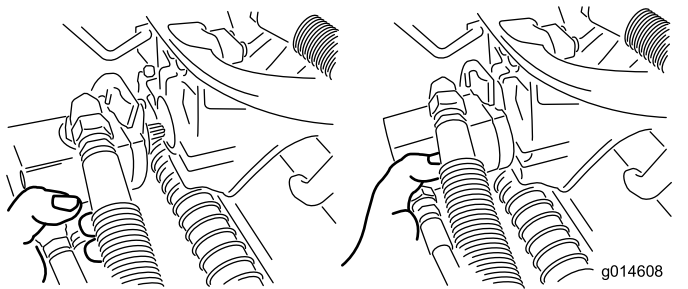

Bild 49
3. Legen Sie den Motor am Aufbewahrungsort vorne am Aufhängearm ab (Bild 49).